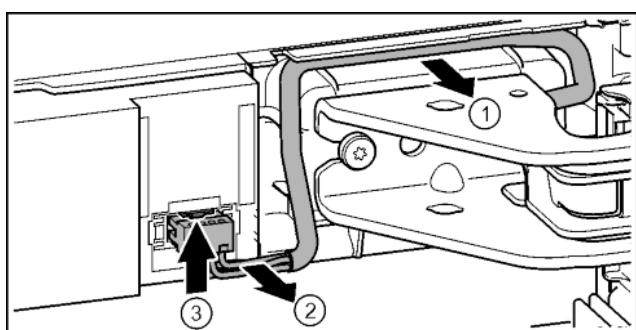

Fig. 21
- Kabel nad stojanem ložiska opatrně uvolněte z vedení. *Fig. 21 (1)*
- Kabelové prameny opatrně táhněte z kanálu. *Fig. 21 (2)*
- Tlačete lamelu nahoru a opatrně vytáhněte zástrčku. *Fig. 21 (3)*